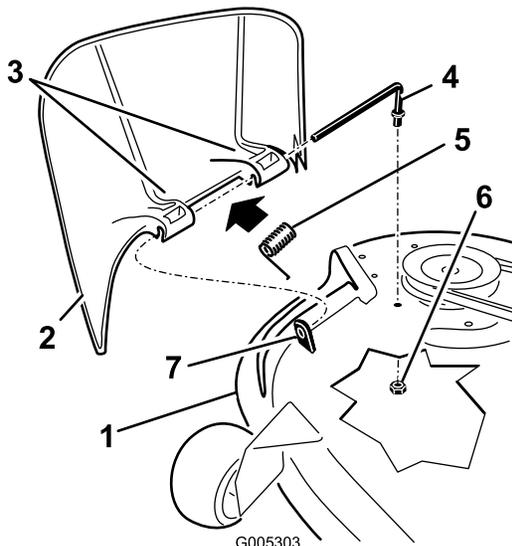

Figura 62
1. Localice los elementos mostrados en la Figura 62.
2. Retire la tuerca (3/8 pulg.) de la varilla (debajo del cortacésped) (Figura 62).
3. Retire la varilla del espaciador corto, del muelle y del deflector de hierba (Figura 62). Retire el deflector de hierba dañado o desgastado.
4. Vuelva a colocar el deflector de hierba (Figura 62).
6. Coloque el muelle sobre la varilla, con los extremos de los alambres hacia abajo, y entre los soportes del deflector de hierba. Deslice la varilla por el segundo soporte del deflector de hierba (Figura 62).
7. Introduzca la varilla, en la parte delantera del deflector de hierba, por el espaciador corto de la carcasa. Fije el extremo trasero de la varilla en el cortacésped con una tuerca (3/8 pulg.) (Figura 62).